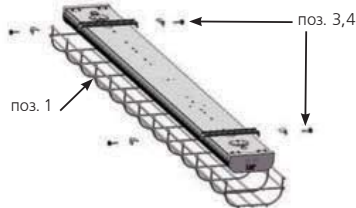
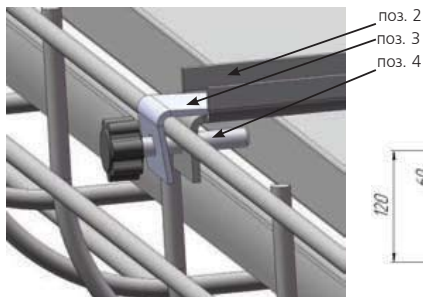

Рис. 2
Рис. 3
6. Установить на кронштейны сетку поз. 1 и закрепить её с помощью угольников поз. 3 и специальных винтов поз. 2 (см. рис. 2 и рис. 3).